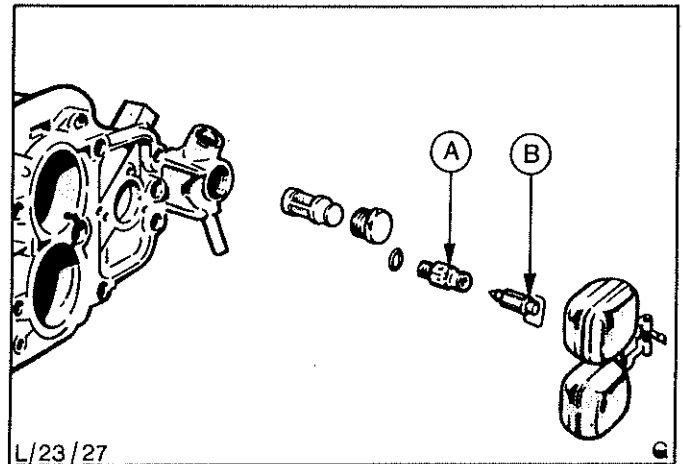

Abb.31 Gehäuse - Schwimmernadelventil zerlegt
7. Schrauben (6) vom Vergaserdeckel entfernen und Deckel mit Schwimmern komplett abheben.
8. Schwimmerachse herastreifen, Schwimmer entfernen und Schwimmernadelventil herausziehen, Abb.31.
14. Schwimmernadelventil, Schwimmer und Schwimmerachse einsetzen, Abb.31.